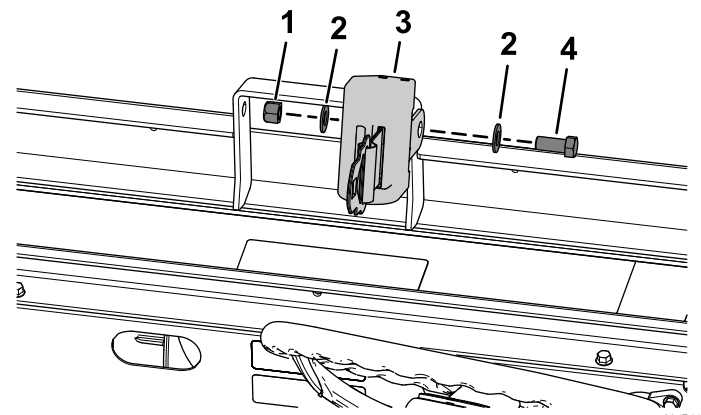

图21
4. 如图21所示用六角头螺栓7/16 x 1 英寸、2个扁平垫圈7/16 英寸和锁紧螺母7/16 英寸安装安全带。